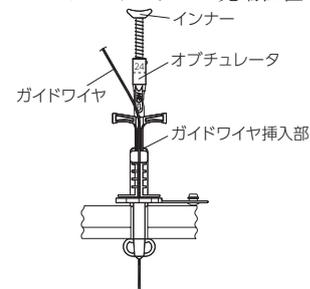

図4
3. オブチュレータのガイドワイヤ挿入部よりガイドワイヤを挿入する。(図4) ガイドワイヤを挿入できない場合は、オブチュレータのインナーを前後させてボタンの内部バンパの先端に対するオブチュレータのインナーの先端位置を調整する。